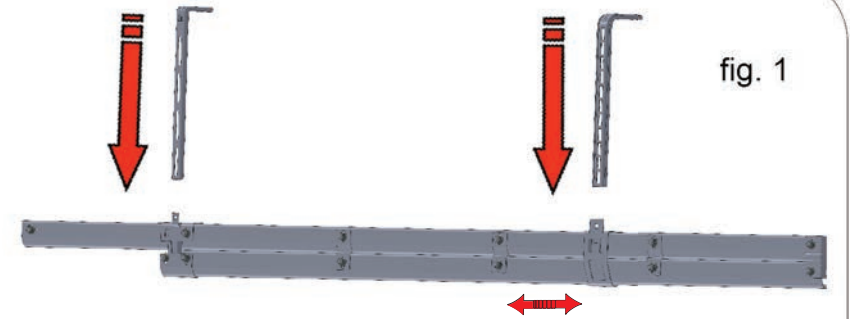

fig. 1
- Placer les suspentes dans les rails avant le montage, (voir fig.1).
- Fixer le support central au centre de la porte (voir fig.1)
- Monter sur le panneau bas les plaques de base avec les vis auto foreuse (voir fig.1)